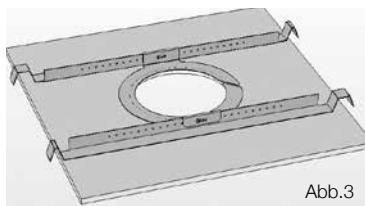

Abb.3
3. Platzieren Sie den C-Ring und das Lastverteiler-Kit auf der Oberseite der Deckenplatte. Richten Sie den C-Ring über dem Loch aus und schrauben Sie den C-Ring mit den mitgelieferten Befestigungsmaterialien an das Lastverteiler-Kit. (Abb.3)